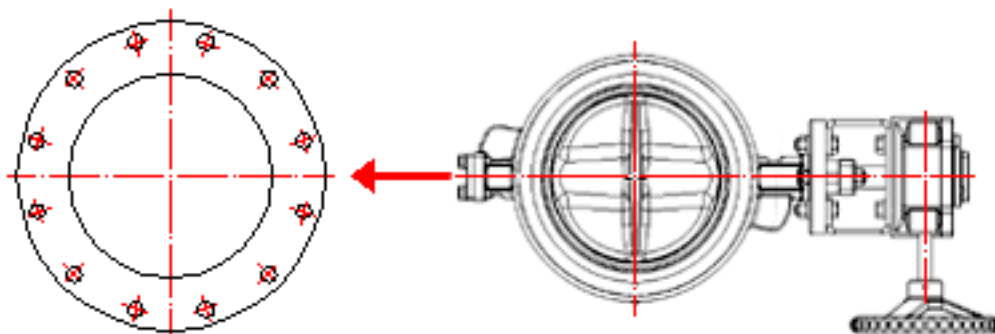

Fig.4
- 7.4 尽量将阀轴摆水平方向安装，如此可降低轴向应力及避免管内杂物堆积在下轴承处。(Fig.4)